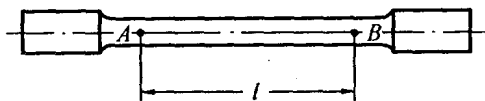

图 1-4
1.4 如图 1-4 所示, 拉伸试样上 A, B 两点距离 l 称为标距。受拉力作用后, 用变形仪器量出两点距离增量 $\Delta l = 5 \times 10^{-2} \text{ mm}$ 。若 l 的原长 $l = 100 \text{ mm}$, 试求 A 与 B 两点的平均应变 ϵ_m 。